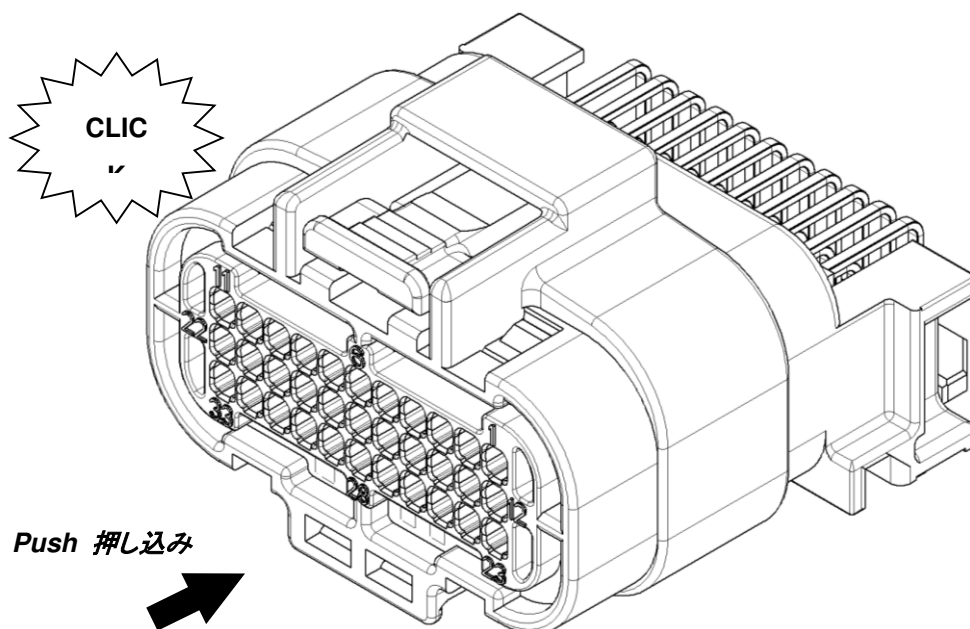

Fig.21
(3) Insert the female connector straight into the male connector until audible sounds hearing. When it is inserted fully, the connector mating is completed. (See Fig.21)
メスコネクタを真っ直ぐオスコネクタの嵌合方向に、「カチッ」と音がするまで押し込んで下さい。それ以上押し込むことができれば嵌合完了です。(図 21 参照)